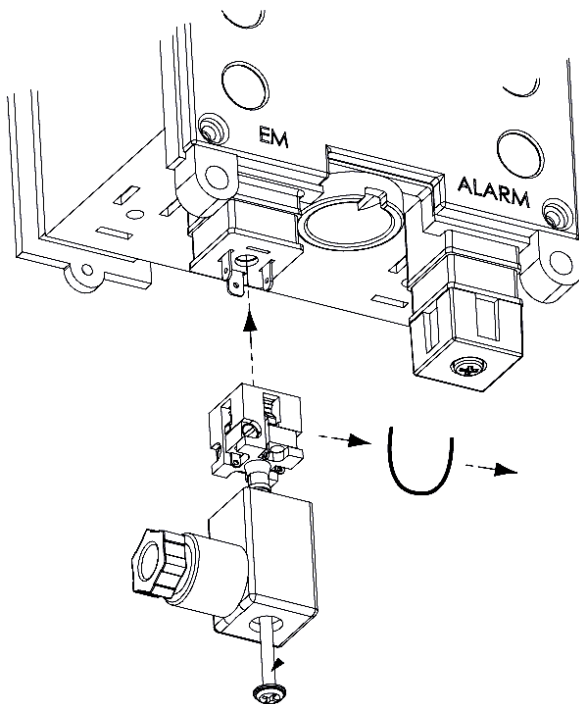

Abbildung 10: DIN-Stecker, Entfernen der Drahtbrücke
3. Drahtbrücke zwischen Klemme 1 und 2 im Steckereinsatz entfernen, siehe Abbildung 10